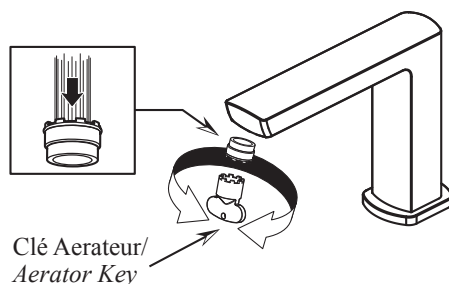

fig. 7
- Dévisser l'aérateur à l'aide de la clé d'aérateur et rincer (fig. 7).
- Dévisser l'aérateur à l'aide de la clé d'aérateur et rincer (fig. 7)
- Unscrew the aerator using the aerator key and rinse (fig. 7).